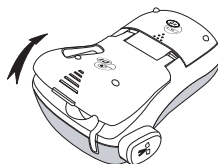

Figura 3
1. Levante a tampa da cassette de fita para abrir o compartimento da fita. Ver Figura 3.